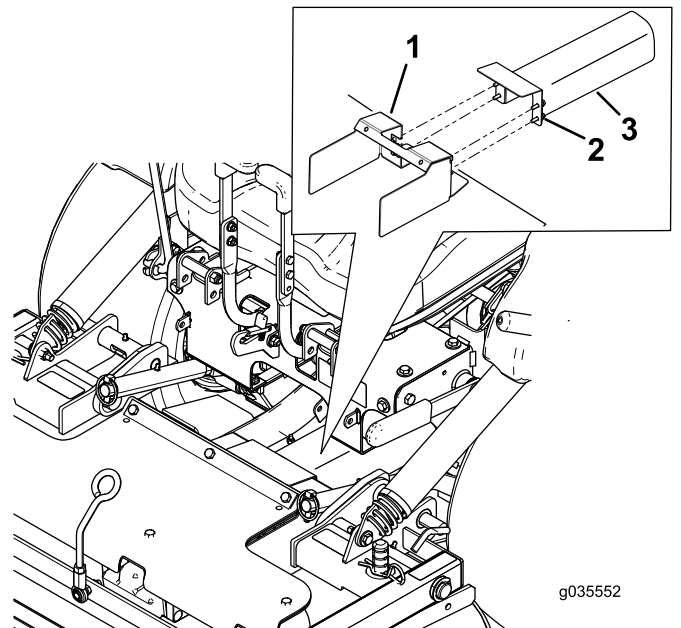

Figura 10
4. Afloje los pernos y retire los protectores metálicos, tal y como se muestra en la Figura 10.
2. Instale los protectores metálicos y los pernos, tal y como se muestra en la Figura 10.